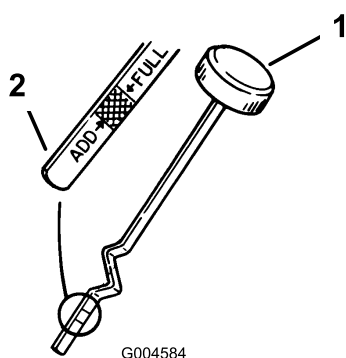

Figura 19
- Desenrosque la varilla de aceite y limpie el extremo metálico (Figura 19).